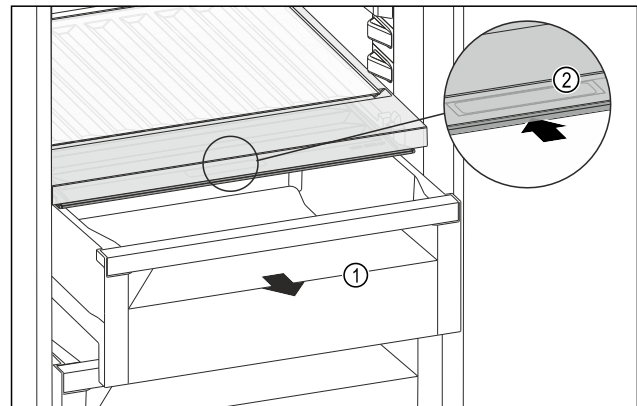

Fig. 93
- ▶ Schubfach Fig. 93 (1) herausziehen.
- ▶ Griffmulde Fig. 93 (2) am Fachdeckel anfassen und Fachdeckel gleichzeitig nach hinten schieben.